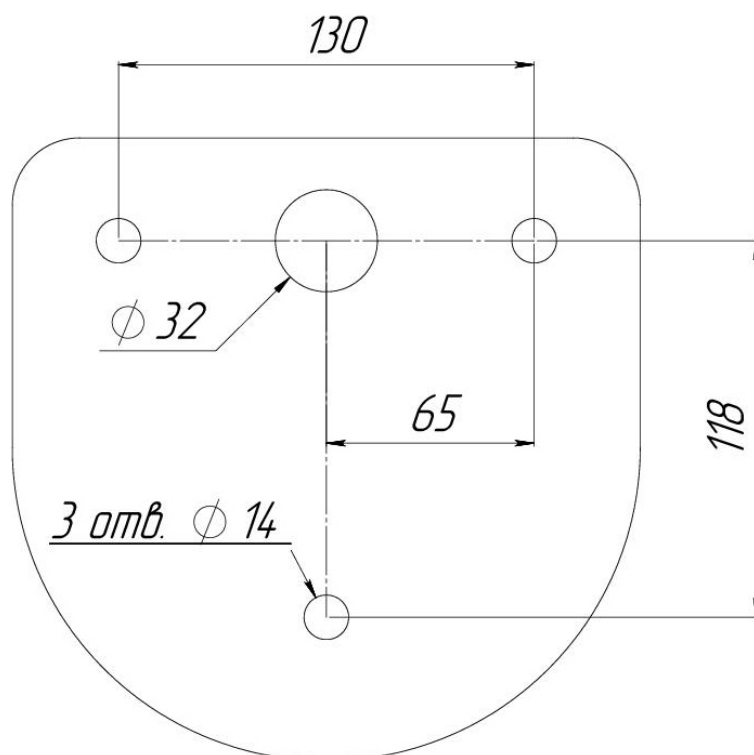

Рис. 3. . Установочные размеры
4.2.3. По размерам, указанным на рис. 3, подготовьте 3 отверстия диаметром 20мм в полу под анкеры крепления картоприемника (расположение монтажных отверстий относительно внешних габаритов картоприемника представлено в Приложении 2). Глубина закладного отверстия должна превышать длину анкера на 5мм. Вставьте анкеры в отверстия.
4.2.4. Подводка кабелей производится через отверстие диаметром 32 мм (рис. 3) в нижней плите картоприемника.
4.2.7. Установите стойку картоприемника на подготовленную площадку (рис. 3). Откройте дверцу, используя ключ. Заведите в корпус картоприемника кабели БП, ИУ и СКУД. Закрепите кабели кабельными стяжками.